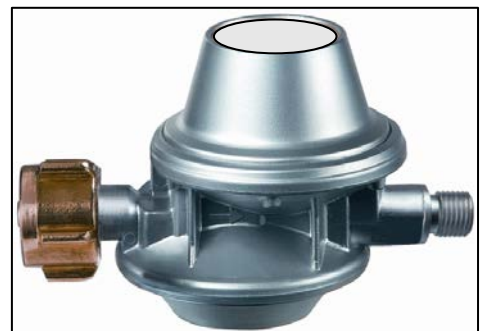

Bild 3 Druckregelgerät („S2SR“) zum Anschluss an 11 kg Flüssiggasflasche
- Druckregelgerät mit zweistufiger Sicherheitsdruckregeleinrichtung („S2SR“) (→ Einsatz bis zu einer maximalen Entnahmemenge von  $1,5\text{ kg/h}$ ; z. B. für 11-kg-Flaschenanlagen) (siehe Bild 3)